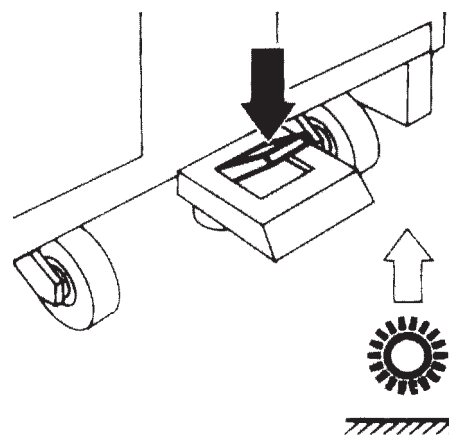

Abbildung 4
12. Nach Beendigung der Arbeit die Tasten (6) loslassen, den Hauptschalter (2) auf „0“ stellen, die Bürste und die Sauglippen mit dem Pedal (Abb. 4) hochfahren.